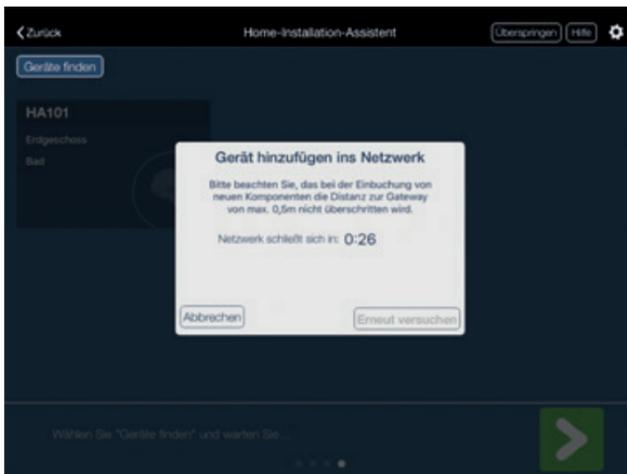

Abb. 17
1. Zum Hinzufügen eines Geräts drücken Sie die Schaltfläche „Geräte finden“. Die Aktion öffnet ein neues Fenster für die Geräteintegration. Der Zähler im Fenster zeigt die Zeit an, bis die Netzwerke wieder geschlossen werden. (siehe Abb. 17)